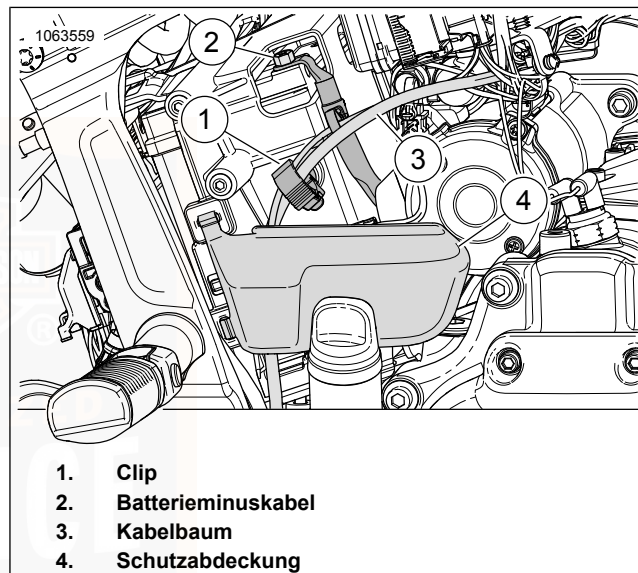
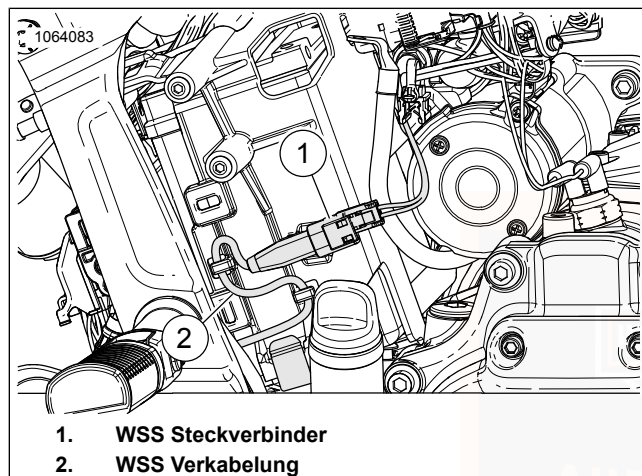
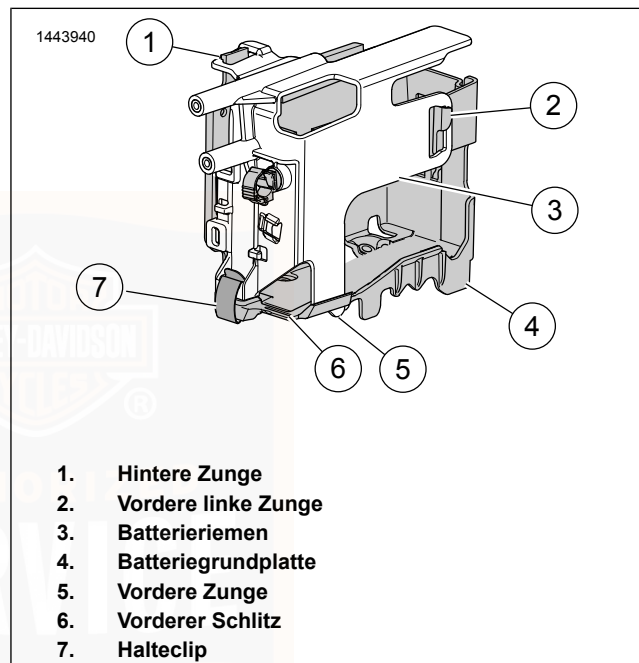

Abbildung 73. Batterieminuskabel und Schutzabdeckung
Abbildung 74. WSS und Verkabelung
Abbildung 75. Batterieriemen und -grundplatte: (Zur besseren Sicht ausgebaut)
3. Siehe Abbildung 73. Batterieminuskabel abklemmen (2).
4. Die Schutzabdeckung (4) entfernen.
5. Clip (1) öffnen und den Kabelbaum (3) zur Seite schieben.
6. Siehe Abbildung 74. Raddrehzahlsensor (WSS)-Steckverbinder (1) abziehen.
7. Entfernen Sie die WSS Verkabelung (2) von den Kabelführungen und dann die Verkabelung aus den Batterieriemen.
8. Siehe Abbildung 75 . Den Batterieriemen abnehmen.
- a. Den Sicherungsclip (7) entfernen.
- b. Die hintere Zunge (1) vom Batterieriemen (3) zur Batteriegrundplatte (4) abklemmen.
- c. Die vordere linke Zunge (2) vom Batterieriemen zur Batteriegrundplatte abklemmen.
1. Siehe Abbildung 75 . Batterie in Batteriegrundplatte einbauen.
4. Den Batterieriemen (3) anbringen.
- b. Die vordere linke Zunge (2) vom Batterieriemen zur Batteriegrundplatte anschließen.
- c. Die hintere Zunge (1) vom Batterieriemen zur Batteriegrundplatte anschließen.
- d. Den Halteclip (7) schließen.
5. Siehe Abbildung 74. Die WSS-Verkabelung (2) am Batterieriemen anbringen.
6. Den WSS-Steckverbinder (1) abziehen.
7. Siehe Abbildung 73. Kabelbäume (3) und Verschluss-Clip (1) positionieren.
8. Das Batterieminuskabel (2) an den Minuspol der Batterie anschließen. Festziehen. 8,1–10,8 N·m (72–96 **in-lbs**)
9. Die Schutzabdeckung (4) anbringen.